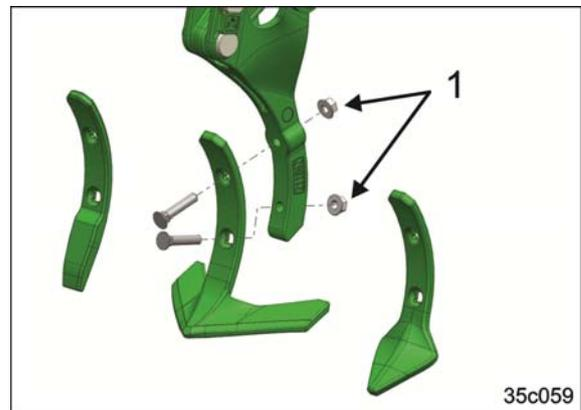

Fig. 169
1. Desserrer les écrous de fixation (Fig. 169/1).
3. Serrer les écrous de fixation (Fig. 169/1).